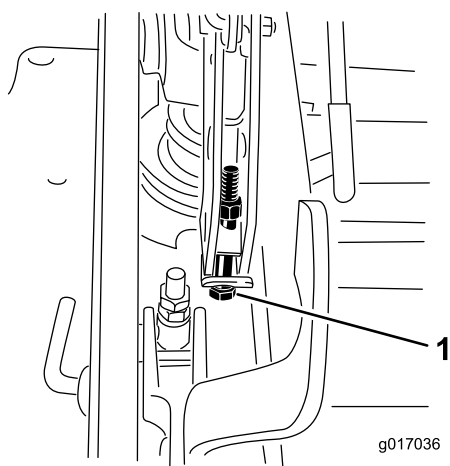

Figure 118
12. Si le tablier est trop bas, serrez le boulon de réglage monopoint dans le sens horaire. Si le tablier est trop haut, desserrez le boulon de réglage monopoint dans le sens antihoraire (Figure 118).